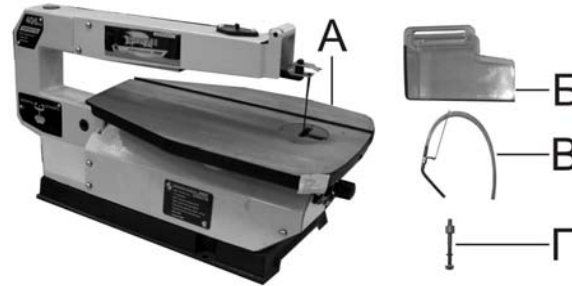

Рис. 1
3.1. В комплект поставки входит: (Рис.1)